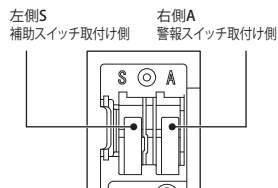

図3 付属装置取付部
- ・ブレーカの付属装置取付部に警報スイッチは右側A、補助スイッチは左側Sに取付けてください。(図3)